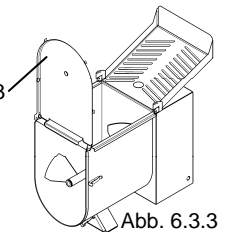

Abb. 6.3.3
- Vordere Front hochheben "3" Abb. 6.3.3